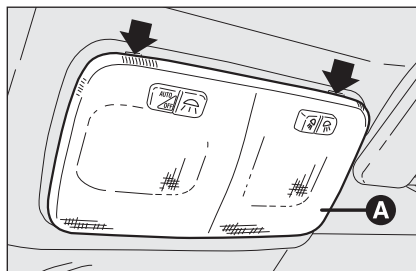
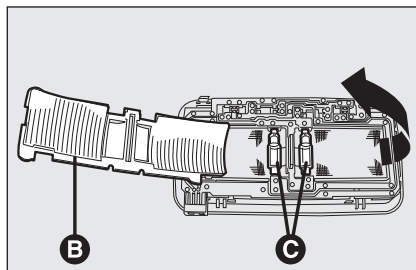

fig. 34
fig. 35
- agir sur les points indiqués par les flèches et enlever le plafonnier **A-fig. 34**;
- ouvrir le volet de protection **B-fig. 35**;
- remplacer les ampoules **C-fig. 35** en les dégageant des contacts latéraux s'assurant que les nouvelles ampoules soient correctement bloquées entre les contacts mêmes;
- refermer le volet **B-fig. 35** et fixer le plafonnier **A-fig. 34** dans son logement en s'assurant de son blocage.